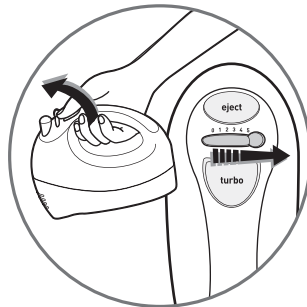

fig.2
- Mettez en route à l'aide du sélecteur de vitesse (**A2**), (**fig.2**), d'abord en vitesse **1** puis **2,3,4,5**. Utilisez la position « Turbo » (**A3**) si la recette nécessite plus de puissance.